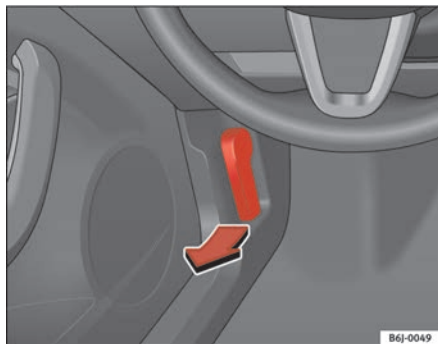

Fig. 123 Leva apertura cofano motore
- Tirare la leva situata sotto il cruscotto ⇒ **fig. 123** nella direzione indicata dalla freccia. Il cofano si sblocca sotto la spinta di una molla ⇒ .